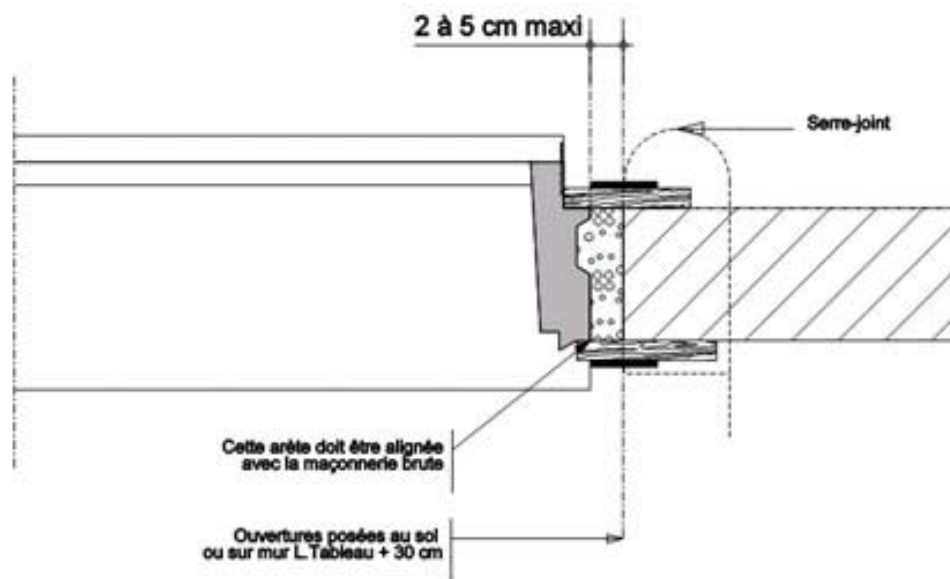

Figure 6 - Réalisation du Clavetage encadrement "TRADITION"
5.4 Clavetage encadrement / maçonnerie (figures 6 et 7)